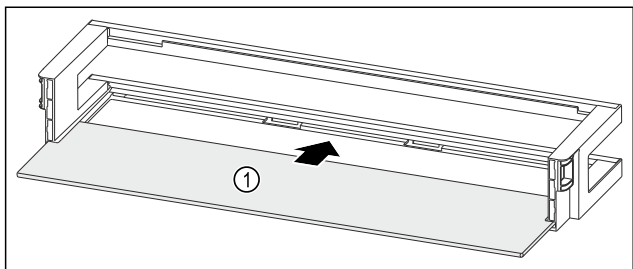

Fig. 121 Vratna polica z odlagalno polico
- ▶ Odlagalno polico Fig. 121 (1) vstavite v stranske utore.